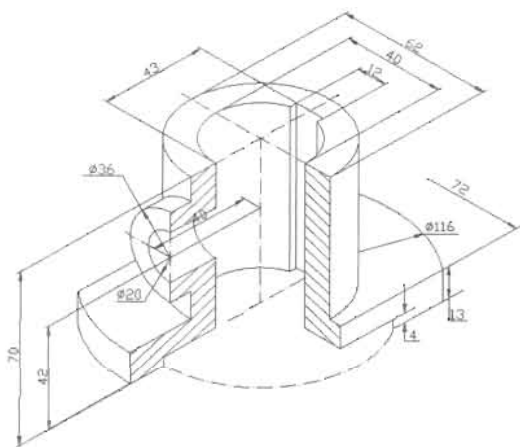

图 11-119
(2) 绘制如图 11-119 所示的机盘轴测图 (本练习难度相对比较大, 首先根据尺寸标注绘制出相应的辅助线, 然后绘制出底座、钻孔和凹槽, 最后填充剖面图形)。